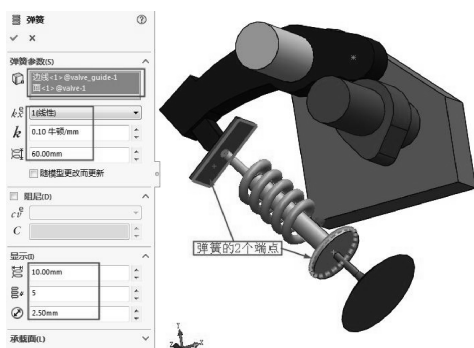

图 8-89 添加线性弹簧
- 05 在凸轮接触的另一机构中需要添加压缩弹簧，以保证凸轮运动过程中时时接触。单击【弹簧】按钮, 弹出【弹簧】属性面板，然后设置弹簧参数，如图 8-89 所示。